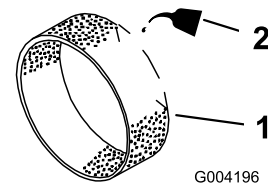

Figura 41
3. Amplasai pe prefiltru 3 – 6 cl de ulei (Figura 41).